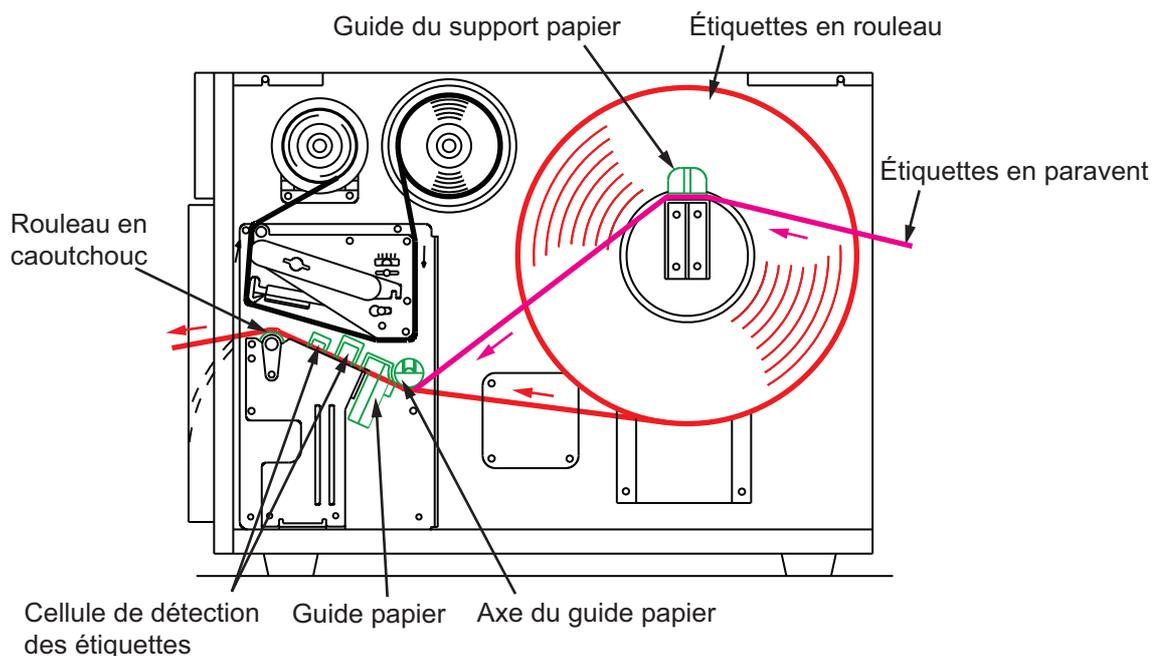

Figure 2-3, Chemin de chargement des étiquettes
5. Retirez les étiquettes par l'arrière, faites-les passer sous la **tige du guide papier**, en passant par la **cellule de détection des étiquettes**, sous la **tête d'impression** et placez le bord supérieur de l'étiquette en haut du **rouleau en caoutchouc**. Voir la figure 2-3.